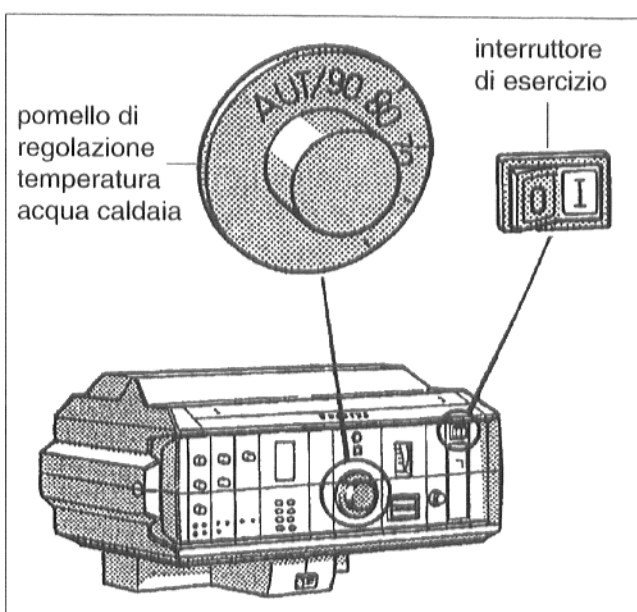
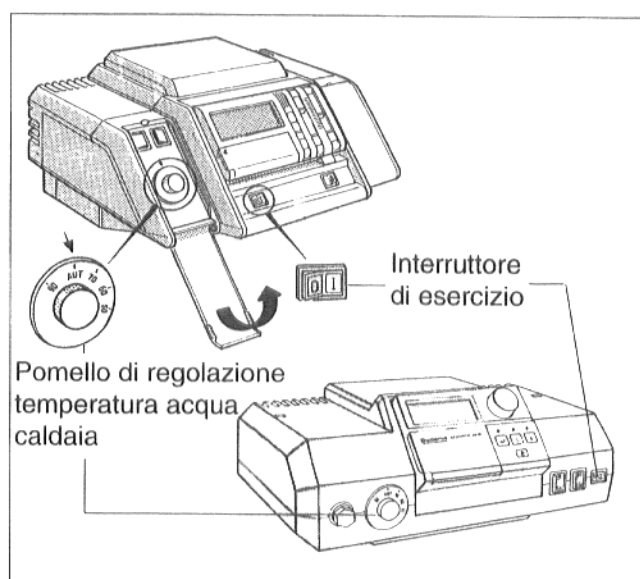

Fig. 27 HS 3220
Fig. 28: Sistemi di regolazione 2000 e 4000
Aprire verso il basso il coperchio a cerniera sinistro (Fig. 28).
- Mettere l'interruttore di esercizio (Fig. 27 e Fig. 28) in posizione I (EIN = ACCESO)
- Tarare il pomello di regolazione della temperatura acqua caldaia alla temperatura desiderata. Con regolazione «Ecomatic» girare il pomello su «AUT» (Fig. 27 risp. Fig. 28).
Rimontare il coperchio trasparente (Fig. 27).
Chiudere il coperchio a cerniera sinistro (Fig. 28).
- Mettere l'interruttore di esercizio (Fig. 27 e Fig. 28) in posizione «0» (DISINSERITO).
- Mettere l'interruttore di esercizio (Fig. 27 e Fig. 28) in posizione «I» (INSERITO).